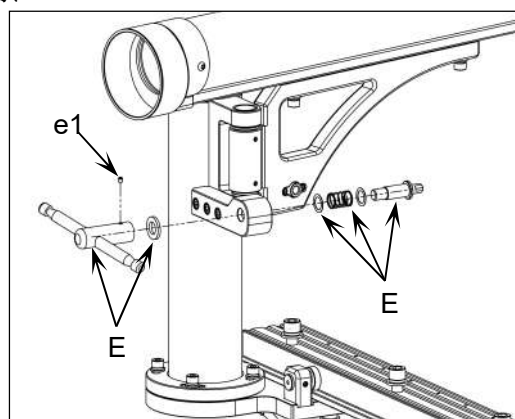

图 11
4. 如图 11 所示，进行锁紧把手的安装，安装完成后，复位悬臂并锁紧。
- 出于运输需要，用于安装锁紧把手的相关部件（如图 11 箭头所示）被预组装在一起。